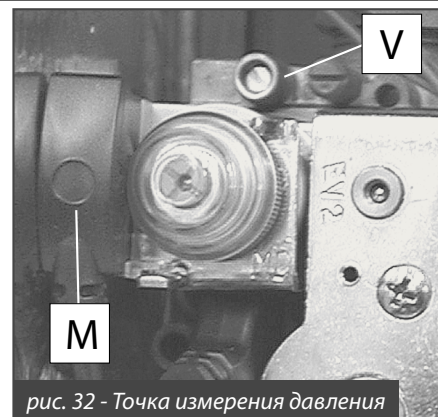

рис. 32 - Точка измерения давления
- установить манометр в ниппель контроля давления **V** (рис. 32);
- отсоединить электроконтакт bobины модулятора **М** (на рис. 32);